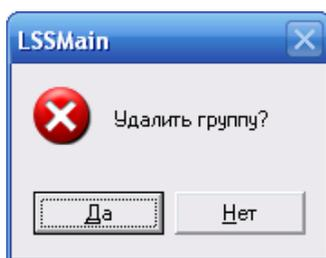

Рис. 2-9
3. В появившемся окне подтвердите удаление **Группы** (рис. 2-9).